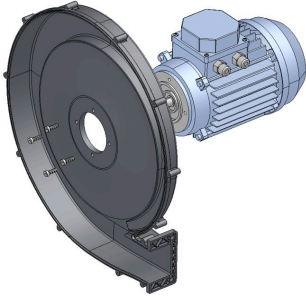

FIGURE 3
1. Fixer le moteur électrique au carter porte-moteur, serrer avec les 4 vis TC basse M6x20 UNI 9327 (boulonnerie de série) au couple maximal de 8 Nm (FIGURE 3) ;